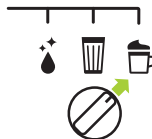

Fig. 27: Ajustar o seletor para a posição de cappuccino.
- Ajuste o seletor para a Posição de Cappuccino (ver **Fig. 27**).